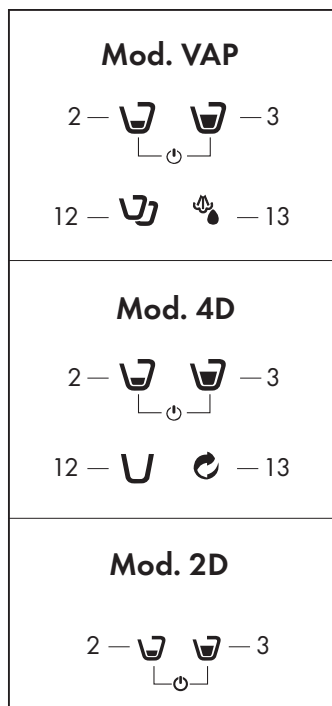

Fig. 5
- En appuyant sur un symbole (2-3), la machine s'allume et les icônes se mettent à clignoter à intermittence jusqu'à ce que la température voulue soit atteinte ; quand les symboles (2-3-12-13) restent allumés fixe, la machine est prête à être utilisée (**Fig. 5**).
Pour utiliser à nouveau la machine, appuyer sur le symbole (2-3) et attendre la fin du chauffage : les symboles de distribution (2-3-12-13) se mettent alors à clignoter jusqu'à ce que la température voulue soit atteinte ; quand les symboles (2-3-12-13) restent allumés fixe, la machine est prête à être utilisée (**Fig. 5**).
La machine peut être éteinte en maintenant enfoncés simultanément les symboles (2-3) (**Fig. 5**).
- S'assurer de l'absence de capsules à l'intérieur de la machine et de la présence d'eau dans le réservoir (8) ; allumer la machine en appuyant sur le symbole (2-3) (**Fig. 5**).